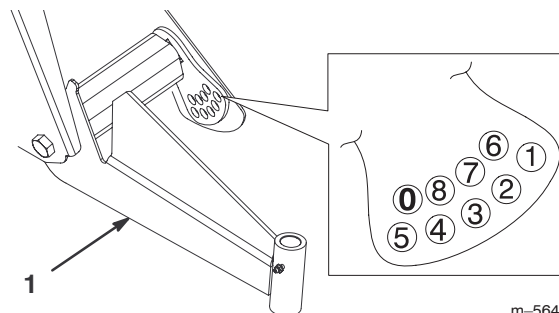

**Bild 32**
- Entfernen Sie die Anschlagschraube (Bild 32).
- Lockern Sie die Zentrierschrauben im vorderen A-Arm (Bild 32).
- Entfernen Sie die Fahrhöhe-Einstellschraube (Bild 32).
- Drehen Sie den vorderen A-Arm in die gewünschte Stellung (siehe die nachstehenden Hinweise) und schrauben die Fahrhöhe-Einstellschraube wieder ein (Bild 32).
7. Setzen Sie die Anschlagschraube (Bild 32) wieder ein.